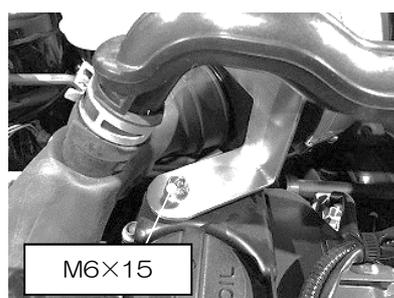

図 5
- 5)組み立てたアダプターを車両へ取り付けます。図 5 参照